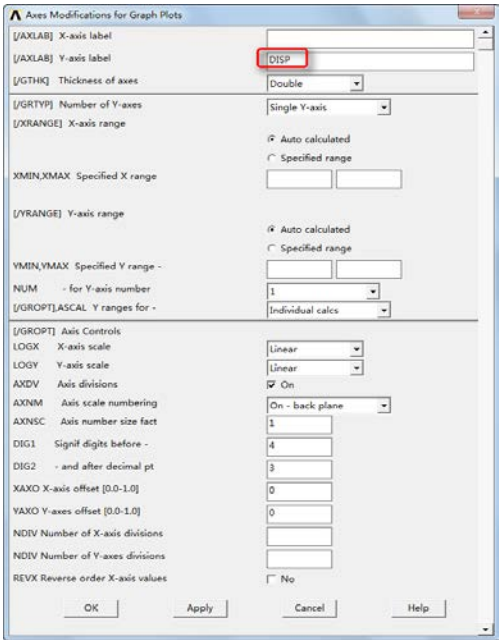

图 12-35 “Axes Modifications for Graph Plots” 对话框
⑦设置坐标 2: Utility Menu > PlotCtrls > Style > Graphs > Modify Axes，弹出“Axes Modifications for Graph Plots”对话框，在“[/AXLAB] Y-axis label”文本框中输入“DISP”，如图12-35所示，单击“OK”按钮。
⑩重新设置坐标轴标号: Utility Menu > PlotCtrls > Style > Graphs > Modify Axes，弹出如图12-35所示对话框，在“[/AXLAB] Y-axis label”后面输入“FORCE”，单击“OK”